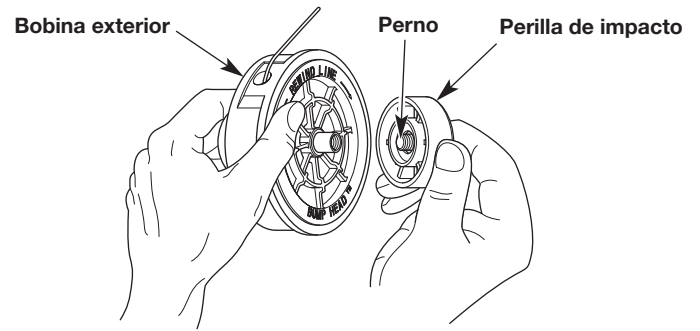

Fig. 10
1. Sostenga la bobina exterior con una mano y desenrosque la perilla de impacto en sentido contrario a las agujas del reloj (Fig. 10).